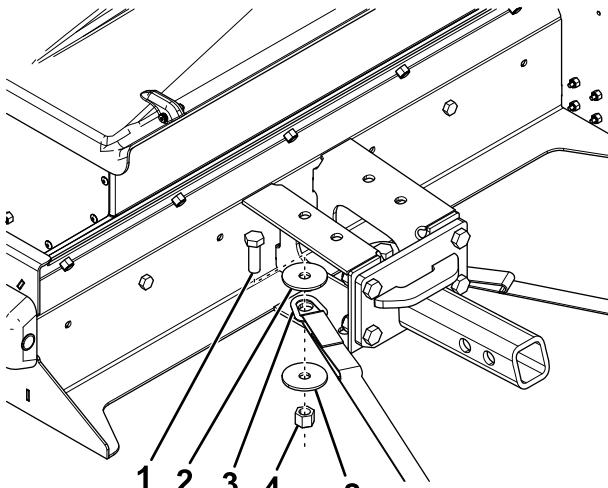

图 8
3. 如 图 8所示用 2 个螺栓 $\frac{1}{2} \times 1\frac{1}{2}$ 英寸、垫圈 $\frac{1}{2}$ 英寸和锁紧螺母 $\frac{1}{2}$ 英寸将棘轮带的 D 形环端连接至撒布机机架。